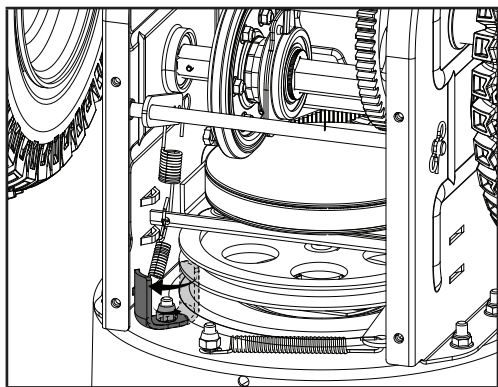

Figure 29A
7. Faites glisser la nouvelle courroie d'entraînement de la tarière dans le compartiment du dessous de la souffeuse, en la plaçant autour de la poulie d'entraînement de la tarière puis en la faisant glisser autour de la poulie avant de la prise de force du moteur. Assurez-vous que la courroie est bien en position entre le protège-courroie inférieur et le dessus de la poulie d'entraînement de la tarière. Il sera peut-être nécessaire de retirer le boulon qui retient le protège-courroie inférieur afin de bien positionner la courroie dans la poulie, de remettre en place le protège-courroie et le boulon après avoir installé la courroie sur la poulie (figure 29A/B).